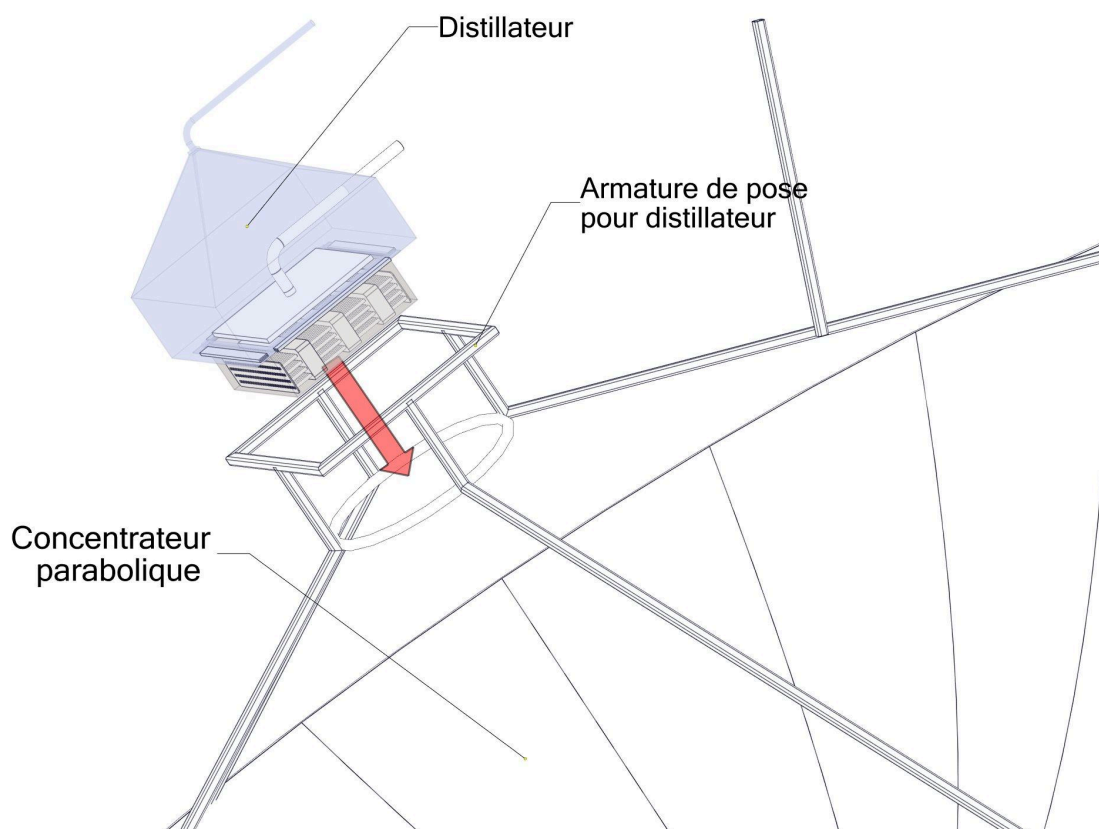

Figure 8 : Plan de montage du distillateur
- Monter le distillateur déjà assemblé sur le foyer du concentrateur parabolique suivant la figure 8